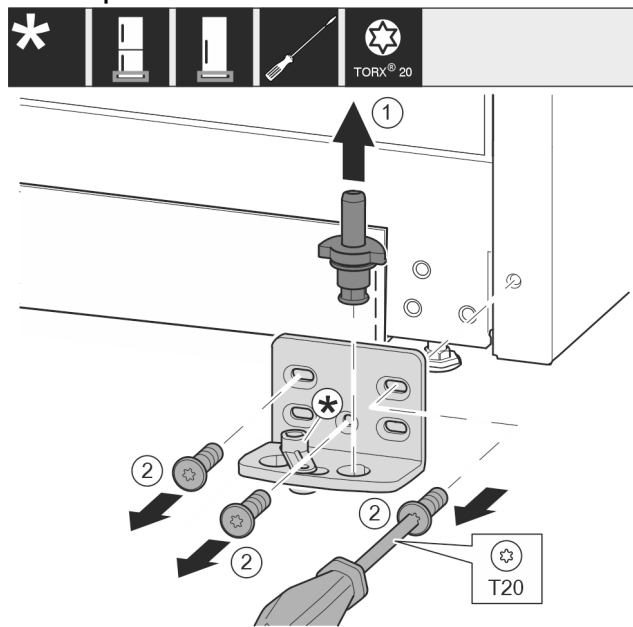

Fig. 11
- ▶ Ta ut hela lagerbulten genom att dra den uppåt. Fig. 11 (1)
- ▶ Skruva ut skruvarna med en skruvmejsel T20 och ta av lagerbocken. Fig. 11 (2)